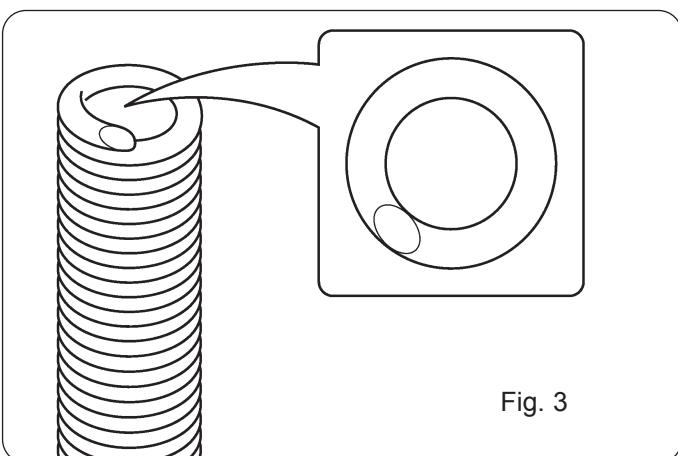

Fig. 3
- Verwijder de binnenspiraal en snijd de gemeten lengte van de binnenspiraal af (zie afb. 2). Gebruik hiervoor een zeer scherp gereedschap, om te vermijden dat metaalslak ontstaat, die de doorvoer van de draad kan belemmeren (zie afb. 3).